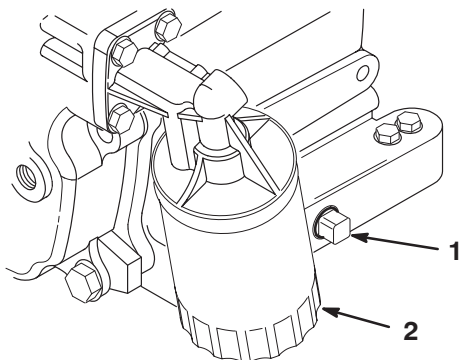

Bild 28
5. Entfernen Sie die Ablassschraube (Bild 28) und lassen das Öl in ein Auffanggefäß ab. Schrauben Sie die Ablassschraube wieder ein, nachdem das Öl abgelassen ist.
2. Entsorgen Sie den alten Ölfilter (Bild 28). Ölen Sie die neue Dichtung am Ölfilter leicht mit frischem Öl ein.